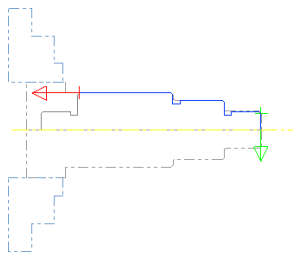

图 18.6 选取加工轮廓
Step2. 定义加工轮廓。在该对话框中选中 ☒ **接续** 复选框，然后在图形区中依次选取图 18.6 所示的加工轮廓线。单击 **✓** 按钮，系统弹出“车床-精车 属性”对话框。